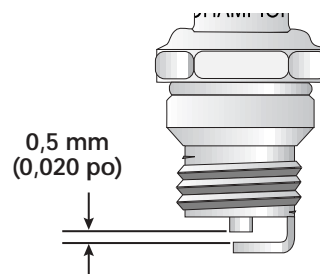

Figure 44
3. Si la bougie est fendillée, encrassée ou sale, remplacez-la. Réglez l'écartement à **0,5 mm (0,020 po)** à l'aide d'une jauge d'épaisseur (Fig. 44).